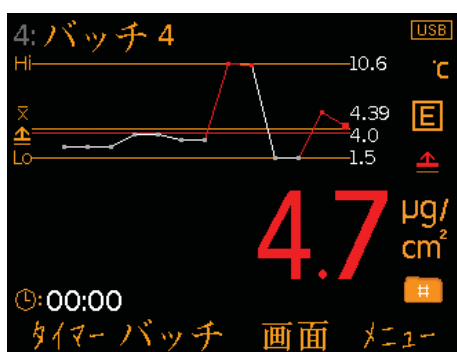

図3: 読取り値とランチャート
- ランチャート（図3）：最後の20個の読み取り値を示す折れ線グラフを表示します。1回読み取るたびに自動的に更されます。